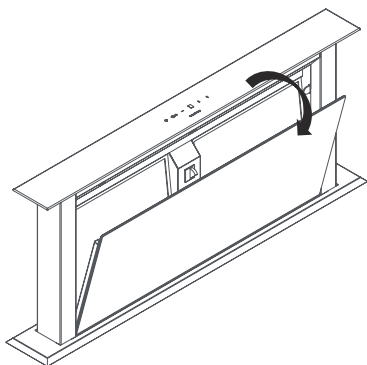

Fig. 8
1. ➔ Tag fat øverst på glasset og hiv forsigtigt i pilens retning (Fig. 8).